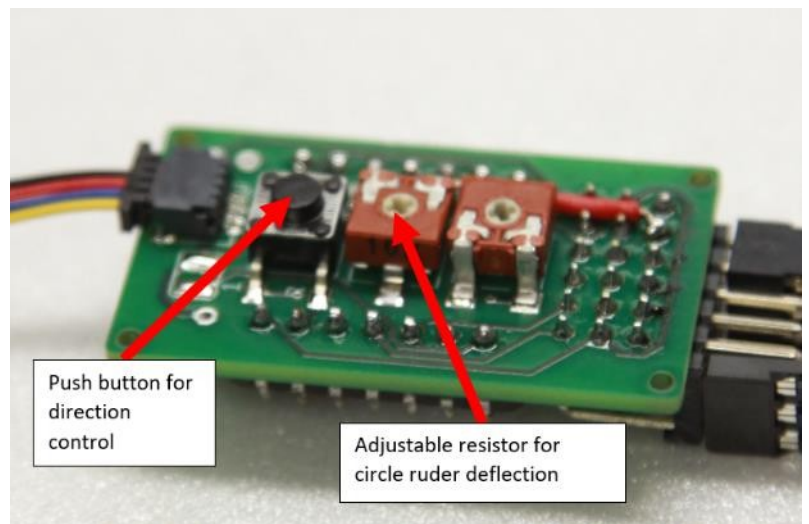

Abbildung 10: Trimmen des Servos
- Drehen Sie das Einstellpotentiometer (Abbildung 10) mit einem geeigneten Schraubendreher, bis die gewünschte Position erreicht ist.